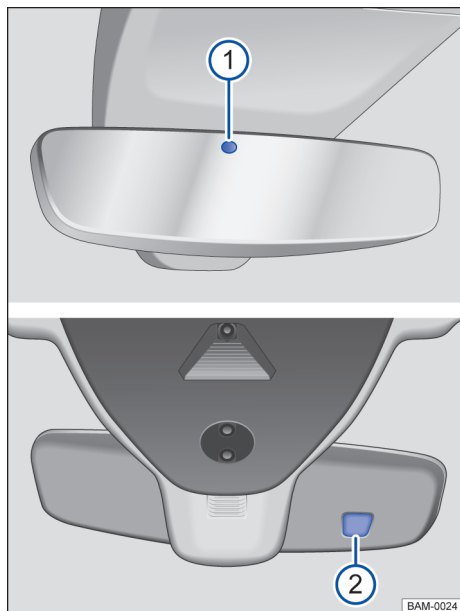

Fig. 92 No para-brisa: espelho retrovisor interno com antiofuscante automático.
Com a ignição ligada, os sensores medem a incidência de luz por trás → Fig. 92 ① e pela frente ②.